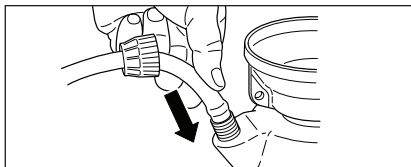

Figura 1. Instale la manguera
1. Introduzca el conector dentado completamente dentro del tanque. Vea la figura 1.